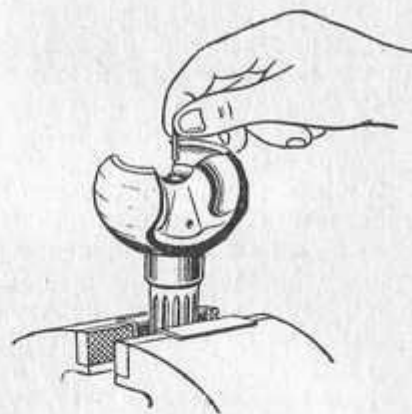

Рис. 82. Установка пальца центрального шарика в отверстие ведомого кулака.
1) зажать ведомый кулак в вертикальном положении в тисках и вставить в отверстие в конце кулака палец (рис. 82);